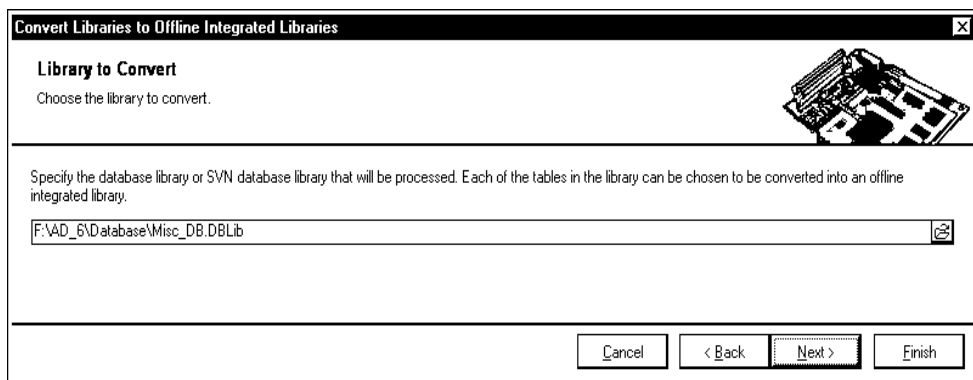

Рис. 11.22. Мастер конверсии библиотек DbLib-структуры в интегрированные библиотеки Altium Designer: указание пути и имени DbLib-файла
1. На первом шаге в диалоговом окне мастера (рис. 11.22) по умолчанию предлагается конвертировать активную DBLib-библиотеку и связанные с ней записи базы данных в интегрированную библиотеку Altium Designer. При необходимости щелчком на кнопке в правой части поля выбора можно выполнить поиск другой DBLib-библиотеки, подлежащей конверсии. Нажав кнопку **Next**, перейти на следующий шаг.